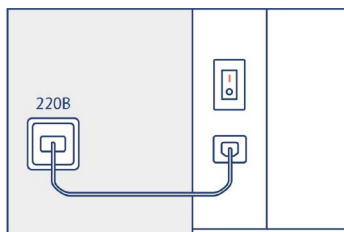

Рис.3
- 1. Включение.** Для запуска Устройства необходимо подключить его к электрической сети общего назначения и перевести тумблер включения в положение «I». Тумблер расположен сверху от розетки шнура питания (рис.3 данного Руководства).